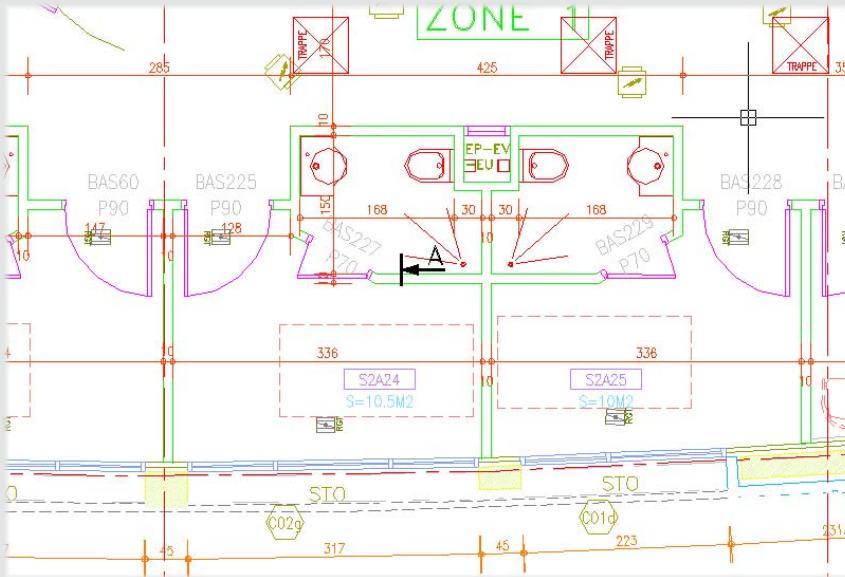
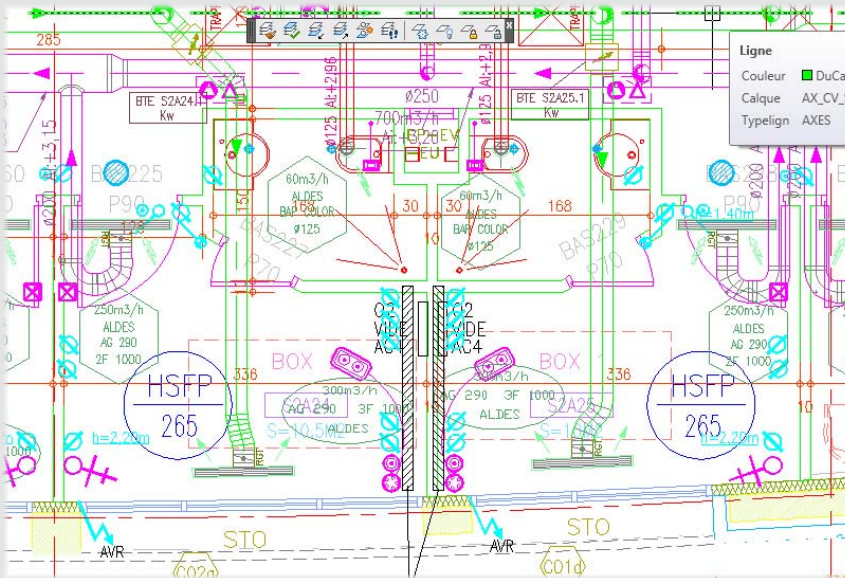

Figure 30
Figure 31
21. Le dessin est maintenant plus clair. Nous pouvons voir qu'il s'agit d'une salle pour pratiquer des césariennes et nous distinguons la table d'opération et l'indication des caissons 60 × 60 au plafond (voir Figure 30).
22. Examinons maintenant une autre partie du projet. Dans la partie des chambres d'accueil de la maternité, nous voyons l'emprise du lit, simplement matérialisé en trait fin et pointillé, et l'agencement de la chambre et de sa salle de bains (voir Figure 30). On peut voir la même chambre avec une autre combinaison de calques (voir Figure 31). Nous découvrons, sous cet aspect, tout l'environnement technique de la pièce : prise d'oxygène, entrée et sortie d'air, télécommande, hauteur sous faux plafond, prises électriques, etc.